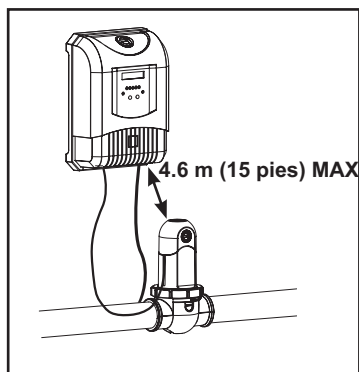

Figura 4. Requisitos de Instalación
2. Atornillar el soporte del suministro de energía en la superficie de una pared en posición que este montado fijamente, y asegurándose de que no es más que 4,6 m (15 pies) de la celda (véase la Figura 4 y 5).